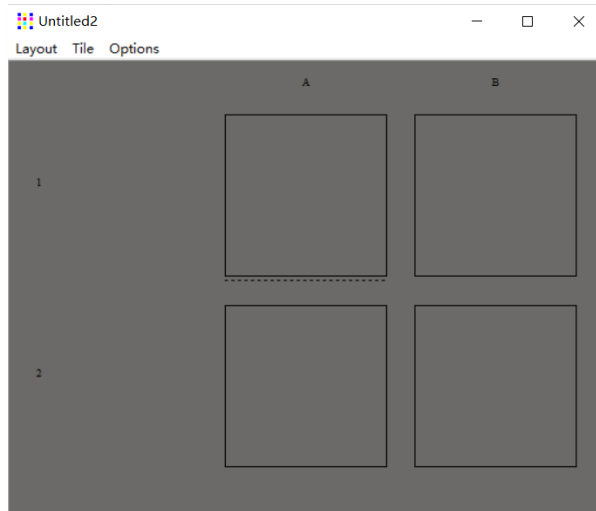

图 6-22 调色板界面
- 若为默认调色板参数，点击 OK，出现以下界面（如图 6-22）：